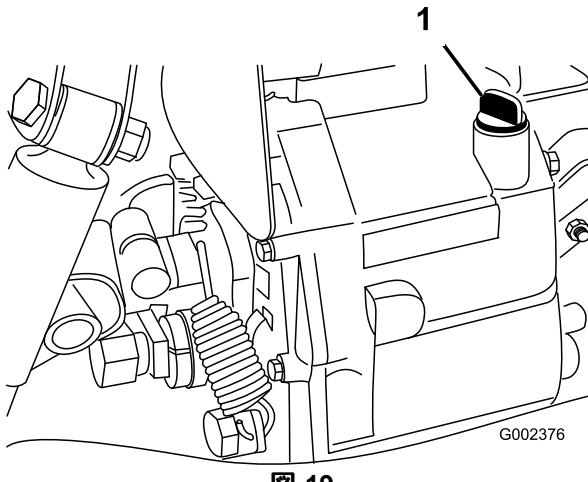

図 19
2. ディップスティック取り付け部の周辺をきれいにぬぐう図 19。